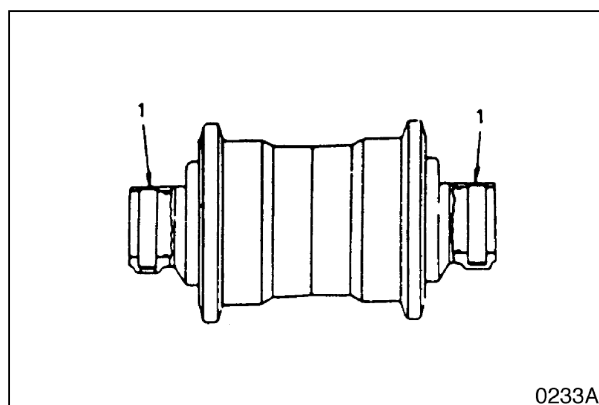

Рис. 31
2. Вытащите штифт (1, рис. 31) из манжеты.